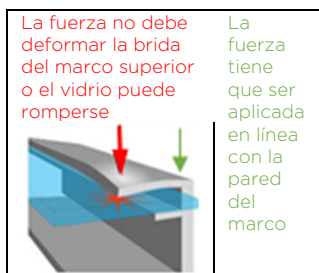

Figura 1a: Ubicaciones de la fuerza de la abrazadera
- 2) **Mordazas de presión o clips:** Monte el módulo con los clips opuestos en el lado largo y/o corto del marco del módulo. La ubicación permitida de los clips debe estar de acuerdo con la Apéndice. Los instaladores deben asegurarse de que los clips tengan la suficiente resistencia para permitir lograr la presión proyectada máxima del módulo. TCL no suministra las sujeciones ni las mordazas. Las mordazas deben aplicar fuerza colineal con la "pared" del marco del módulo y no solo a la brida superior. Las mordazas o los procedimientos de instalación que ejercen una fuerza excesiva sobre la brida superior deformarán el marco, anularán la garantía del módulo y provocarán la rotura del vidrio. La figura 1a ilustra ubicaciones para la fuerza de sujeción del marco superior. Evite la sujeción dentro de los 50 mm de las esquinas del módulo para reducir el riesgo de desviación de la esquina